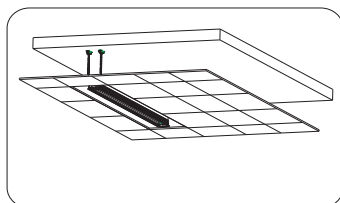

rys. 12
5. Obróć ekran dnem do góry i umocuj podkładkę po lewej i po prawej stronie z wykorzystaniem śrub M6 i nakrętek (rys. 12).